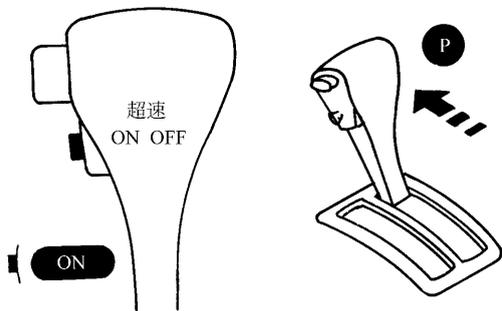

图 4-75 超速档开关置于“ON”，变速杆置于“P”
(1) 起动发动机并暖机至发动机温度正常，将点火开关转至“OFF”，再将点火开关转至“ACC”，超速档开关置于“ON”，变速杆置于“P”位(图 4-75)，再将点火开关转至“ON”，不要起动发动机。